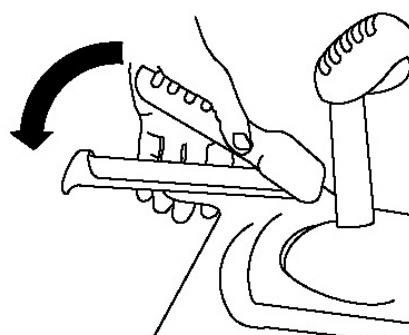

Рисунок 13.
3. Левой рукой прижмите рычаг хода к рукоятке (Рис. 13).
6. Левой рукой прижмите рычаг хода к рукоятке (Рис. 13).